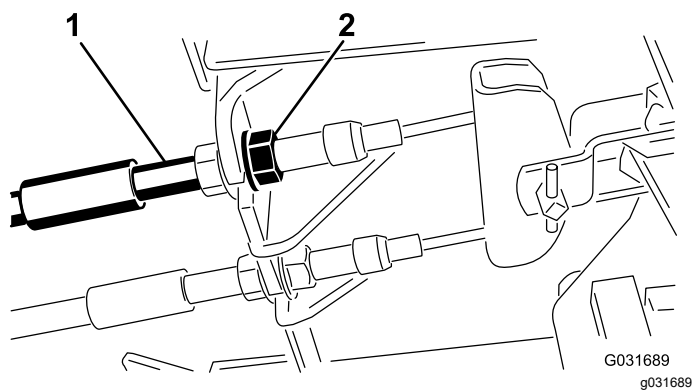

Figure 56
1. Pour réduire la garde aux pédales de frein, serrez les freins en desserrant l'écrou avant sur l'extrémité fileté du câble de frein (Figure 56).